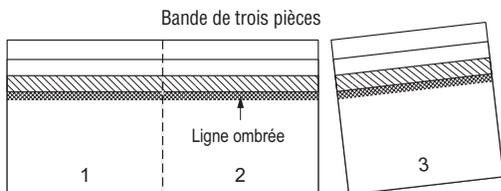

Figure 12-18 : Séparer la bande pour obtenir 3 bardeaux de faîtage.
2. Commencer à poser les pièces de recouvrement au bas de l'arête ou à un bout ou l'autre du faîte. Poser une pièce de départ dont la section inférieure a été raccourcie de 5 po (12,7 cm) (métrique : 55/8 po [14,3 cm]) (figure 12-18). Fixer le bardeau de départ à l'aide de deux clous plantés à environ 3 po (7,6 cm) du bord du versant et à 1 po (2,5 cm) de chacun des côtés. S'assurer que les clous utilisés pénètrent d'au moins 3/4 po (1,9 cm) dans la dalle ou traversent celle-ci.
3. Poser une pièce de recouvrement entière par-dessus le bardeau de départ (*figure 12-18*) et planter des clous à  $5\frac{5}{8}$  po (14,3 cm) (métrique :  $6\frac{1}{4}$  po [16 cm]) en haut du bord inférieur exposé et à 1 po (2,5 cm) de chacun des côtés. Les clous ne doivent pas être à découvert quand la toiture est finie. Il faut enfoncer les clous à angle droit et les têtes de clou ne doivent pas percer la surface des bardeaux.
Utiliser les bardeaux accessoires Cedar Crest pour recouvrir les faîtes et les arêtes. Détacher délicatement les pièces de bardeau avant l'installation en les pliant le long des lignes précoupées puis en détachant les pièces (voir figure 12-18). Il n'est pas nécessaire de couper les pièces. Chaque lot de bardeaux comporte 10 unités de trois pièces, pour un total de 30 pièces qui couvrent 20 pieds (6,1 m) linéaires. Chaque bardeau de 12 po x 12 po (30,5 cm x 30,5 cm) comporte une ligne ombrée caractéristique qui est visible lorsque le bardeau est installé correctement. Pour éviter les dommages pendant la pose, les bardeaux doivent être assez chauds pour pouvoir être formés correctement.